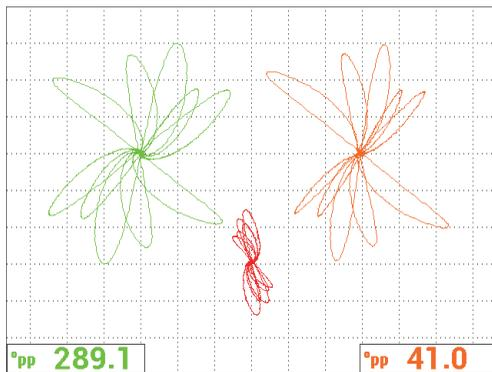

图 5-148 对平底孔的扫查
2. 按全屏/下一组键（），激活全屏模式，然后扫查 5 个平底孔。得到的信号应该与第 216 页的图 5-148 中所显示的图像相似。所有参数的列表如第 216 页的图 5-149 所示。